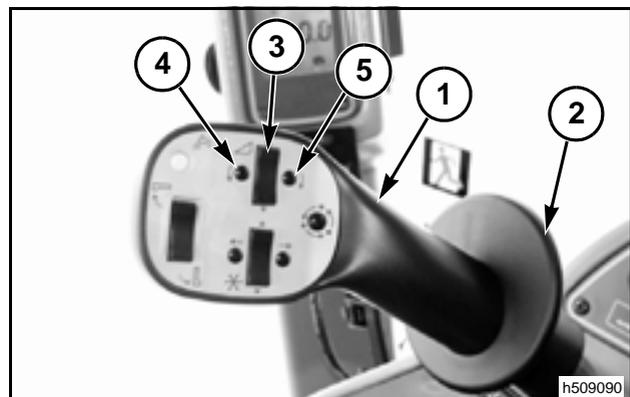

FIG. 77
FIG. 77: Palanca multifunción - Elija la marcha y lentamente mueva la palanca multifunción (1) hacia delante para empezar y aumentar la velocidad de avance a delante de la cosechadora.